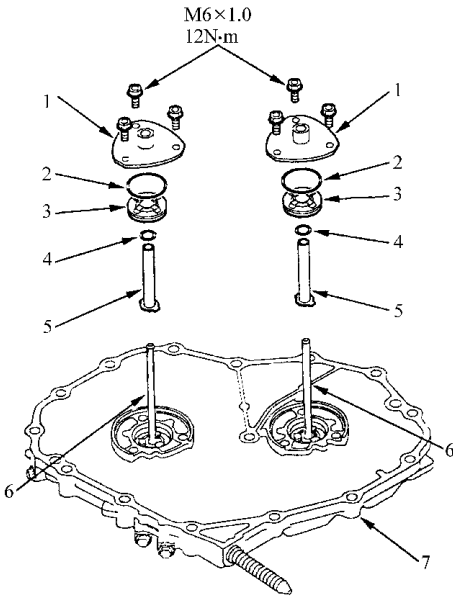

图 5-106 拆卸输油管
1) 如图 5-106 所示, 拆卸输油管的法兰板, 然后, 从端盖上拆卸输油管和输油法兰盘。如果需要更换不可拆卸的 ATF 输油管, 则更换端盖。